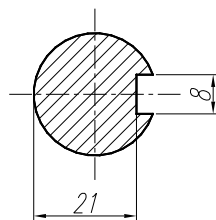

图 11-64 标注键槽宽度
3) 标注键槽宽度。执行命令 DIMLINEAR, 选择键槽两侧作为标注线的起点和终点, 结果如图 11-64 所示。